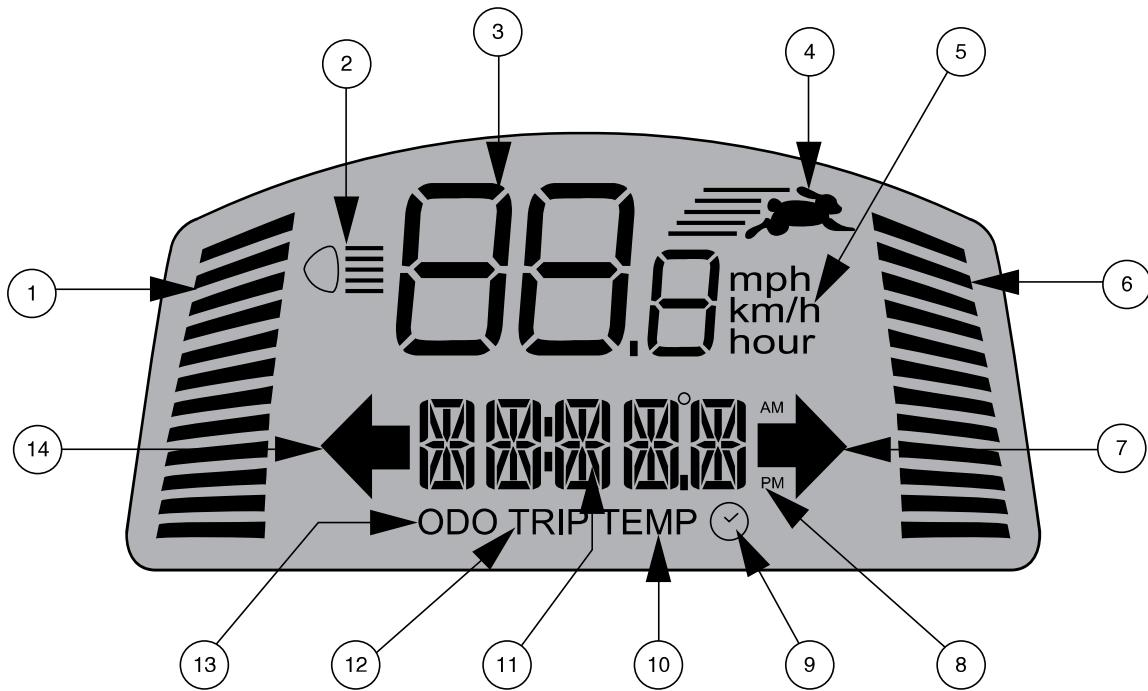

Figura 4. Schermo LCD
- Premere una volta il pulsante High-Low per impostare la velocità sulla regolazione alta. L'indicatore High-Low viene visualizzato sullo schermo LCD. Vedere figura 4. L'uso di questa impostazione insieme ai pulsanti di regolazione della velocità consente allo scooter di raggiungere la velocità massima pre-programmata.
Questi pulsanti di regolazione consentono di pre-selezionare e limitare la velocità dello scooter. Questa è indicata nell'apposito indicatore di velocità massima sullo schermo LCD. Vedere figura 4.
NOTA: Maggiore è il numero delle barre illuminate all'interno dell'indicatore di velocità massima, maggiore sarà la velocità massima pre-selezionata. Vedere figura 4.
Il pannello di controllo LCD offre comode informazioni intuitive tramite lo schermo LCD. Vedere figura 4. Lo schermo LCD si utilizza anche per l'attivazione delle diverse impostazioni del pannello di controllo. Vedere grafico 1.